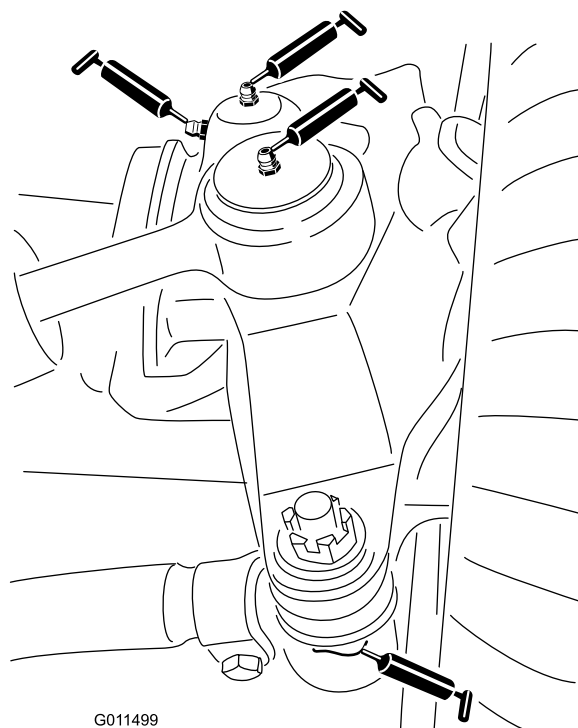

Figura 66
- Duas rótulas esféricas do cilindro da direção (Figura 66)
- Duas rótulas esféricas da barra de ligação (Figura 66)
- Dois casquilhos do pino principal (Figura 66).